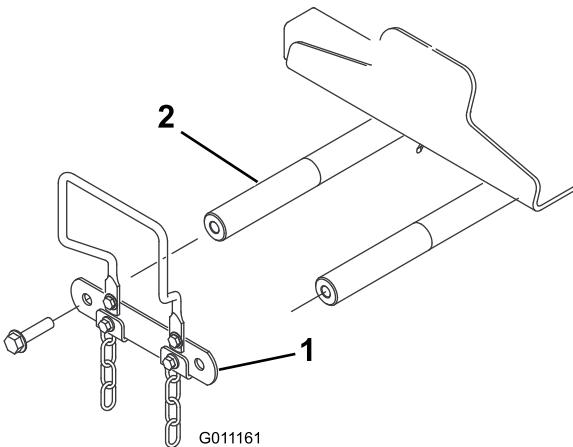

Рисунок 8
4. В передней части машины отверните 2 фланцевых колпачковых винта (1/2 x 2 дюйма), которые крепят тягу оси поворота к осям поворота подъемного рычага и снимите тягу (Рисунок 8).